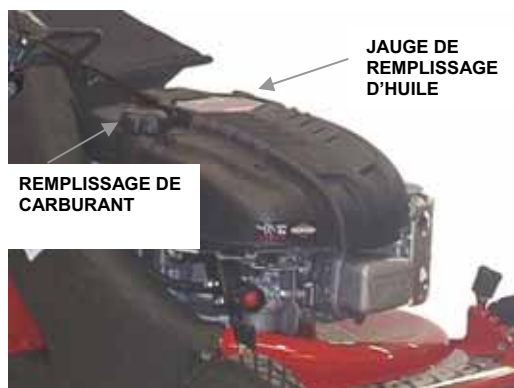

FIGURE 2.2
2.1.4. Contrôlez le niveau d'huile moteur et complétez le niveau s'il en manque pour atteindre la marque supérieure (FULL). Référez-vous au manuel du moteur pour les spécifications de l'huile. Voir figure 2.2.